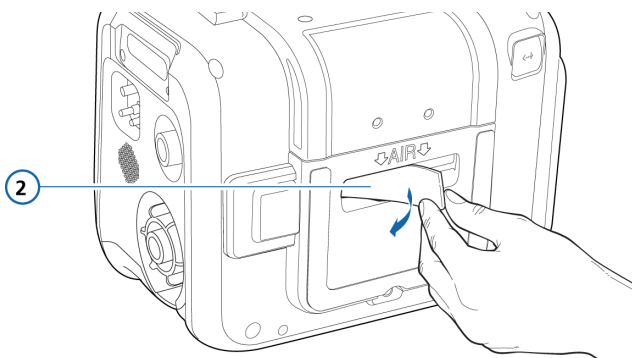

图 10-2. 卸下空气进气口过滤器 (1)
7. 安装新空气进气口灰尘过滤器（图 10-2）或用温和的肥皂溶液洗涤现有的过滤器、冲洗、干燥并重新安装。